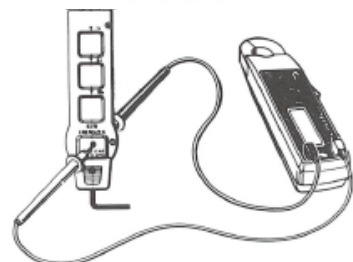

图 13
- 测量交流电压时, 将增能器连接交流电源插座或被测设备, 采用与交流电流测量相同的方法, 测量导线连接仪器的“VOLT”和“OHM”端口, 将测量探棒连接增能器一侧的“VOLTLEAD”接口, 另一条测线探棒连接另一侧“VOLTLEAD”接口 (如图 13), 无须切断回路, 可测量交流电压至 300V。